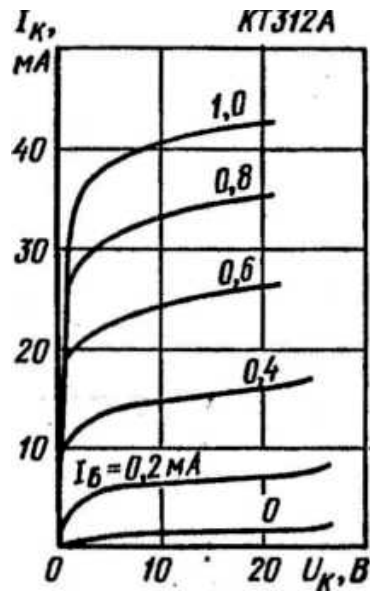

Рис. 4.2. Выходная характеристика
4. По семейству выходных характеристик транзистора КТ312А в схеме с общим эмиттером (рис. 4.2) определить напряжение на коллекторе U_K , при котором проходит ток коллектора $I_K = 31,5 \text{ мА}$, а ток базы $I_б = 0,8 \text{ мА}$. Оцените мощность, рассеиваемую коллектором в данном режиме.